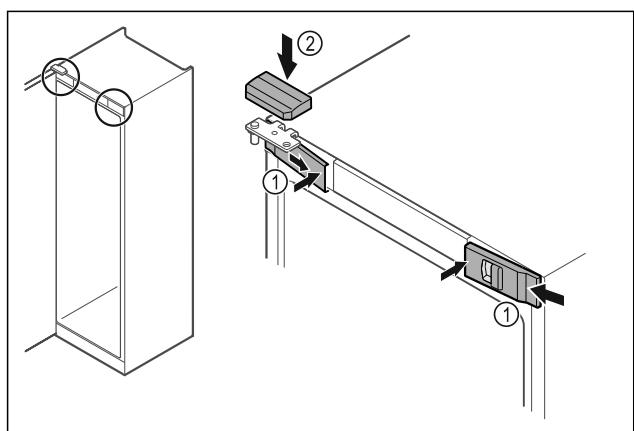

Fig. 48
► Bočno zakvačite prednje poklopce Fig. 48 (1) i uglavite ih iznutra.
► Uglavite gornji poklopac Fig. 48 (2) odozgo.